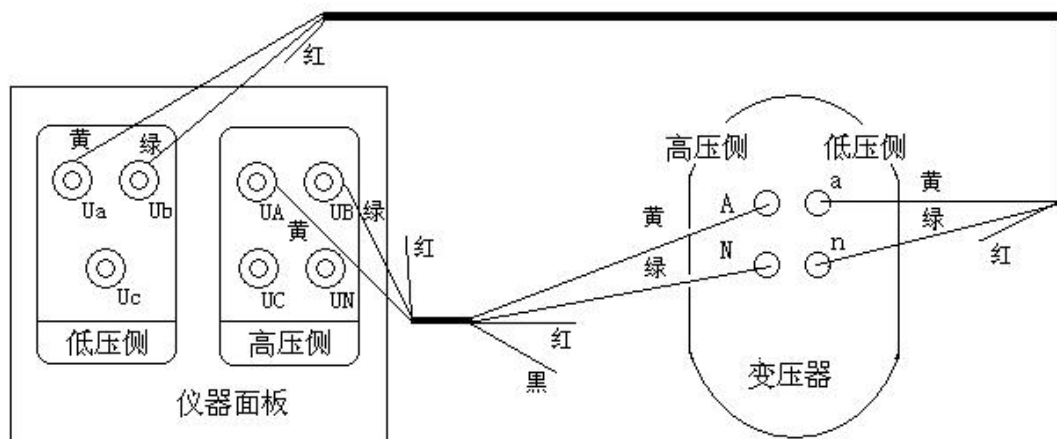

图 20 单相变压器的测试接线
2. 单相测量时，仪器高压侧的黄、黑两根线分别接单相变压器高压侧的 A，N，仪器低压侧的黄、黑两根线分别接变压器低压侧的 a、n，接线正确方可测试。接线图如图 20 所示：